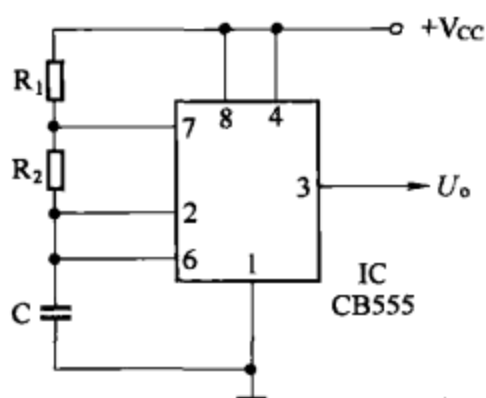
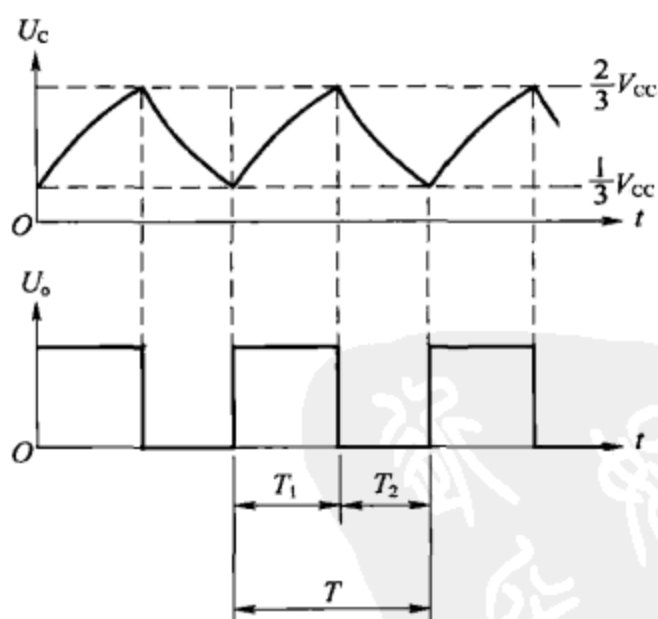

图 7-46
图 7-47
无稳态工作模式即构成多谐振荡器，也是较常用的工作模式。典型电路如图 7-46 所示。时基集成电路的置“1”端（②脚）和置“0”端（⑥脚）并接在一起， R_1 、 R_2 和 C 组成充放电回路。
(1) 刚接通电源时， C 上无电压，输出端（③脚） $U_o = 1$ ，放电端（⑦脚）截止，电源开始经 R_1 、 R_2 向 C 充电，充电时间 $T_1 \approx 0.7 (R_1 + R_2) C$ 。
(2) 当 C 上电压达到 $\frac{2}{3} V_{CC}$ 时，电路翻转， $U_o = 0$ ，⑦脚导通到地， C 开始经 R_2 放电，放电时间 $T_2 \approx 0.7 R_2 C$ 。
(3) 当 C 上电压放电至 $\frac{1}{3} V_{CC}$ 时，电路再次翻转， $U_o = 1$ ，⑦脚截止， C 开始新一轮充电。
如此周而复始即形成自激振荡，振荡周期 $T = T_1 + T_2 \approx 0.7 (R_1 + 2R_2) C$ ，时基集成电路③脚输出信号 U_o 为连续方波，工作波形如图 7-47 所示。